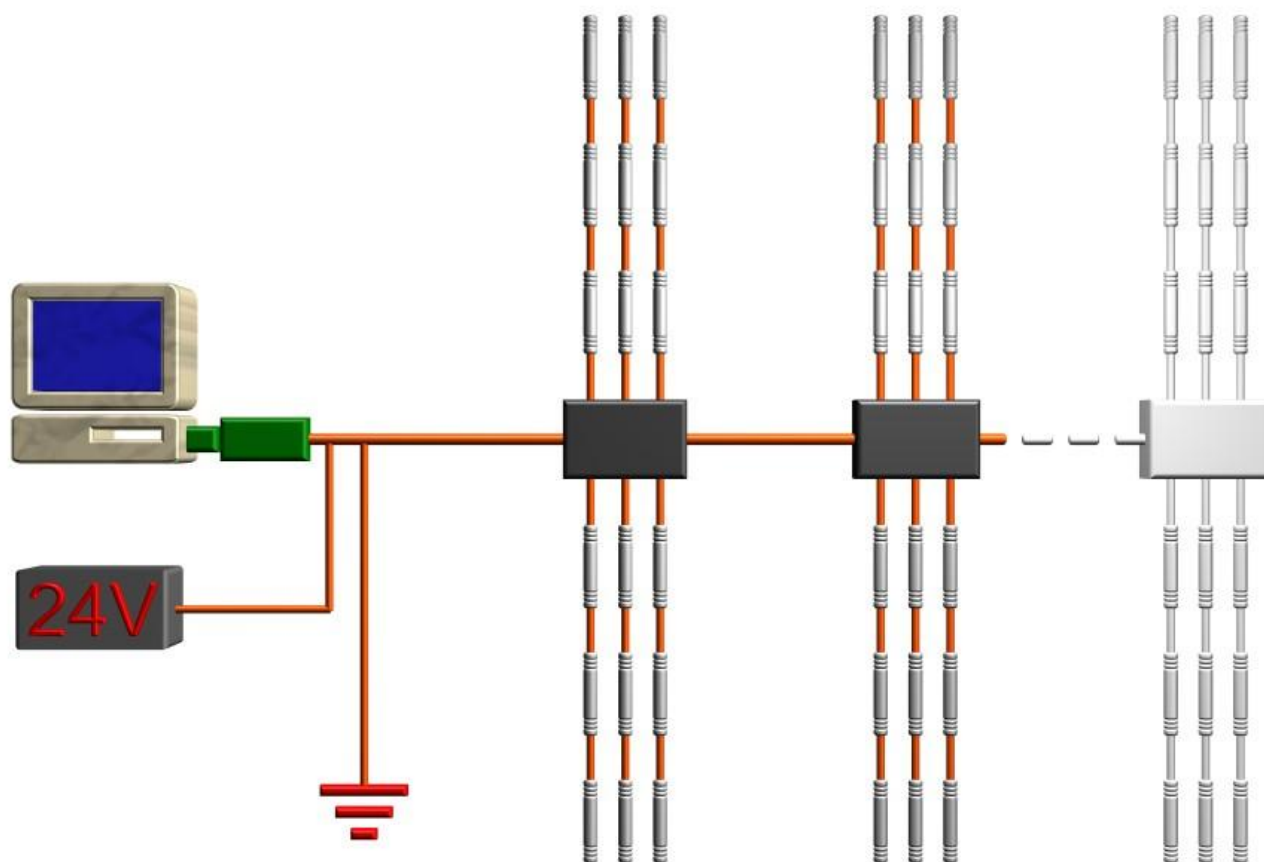

Рисунок 3 – Соединение контроллеров
1.8.1 Контроллеры соединяются между собой по топологии “шина”, т.е. последовательно друг за другом (рисунок 3).